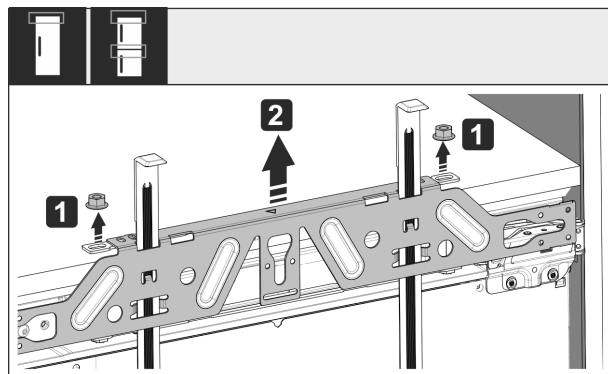

Fig. 53
- 松开锁紧螺母 Fig. 53 (1)。
- 取下安装横梁 Fig. 53 (2)。